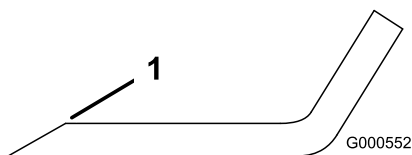

Figure 57
Remarque: Si la lame est déséquilibrée, limez un peu l'extrémité de l'ailette seulement (Figure 57).
- Au moyen d'une lime, aiguisez les tranchants aux deux extrémités de la lame (Figure 57).